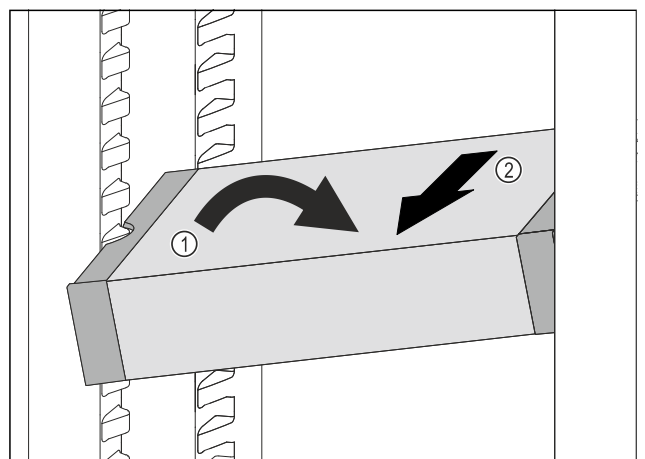

Fig. 106
- ▶ VarioSafe im Kühlteil schräg stellen. *Fig. 106 (1)*
- ▶ VarioSafe nach vorne entnehmen. *Fig. 106 (2)*